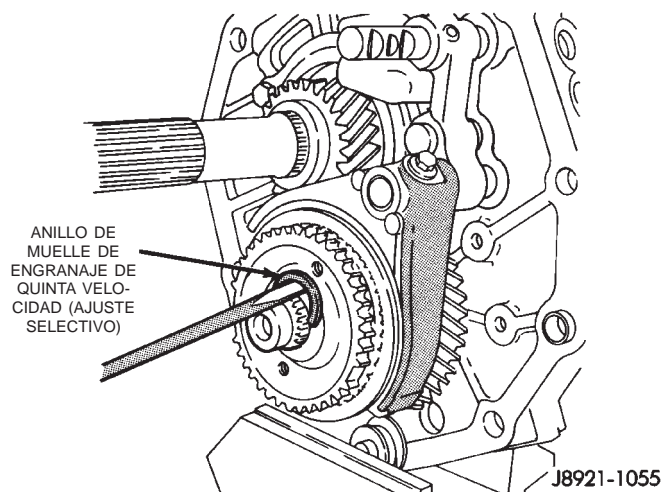

Fig. 50 Extracción de anillo de muelle de engranaje de quinta velocidad
(2) Retire el anillo de muelle de retención del engranaje del árbol intermediario de quinta velocidad (Fig. 50).